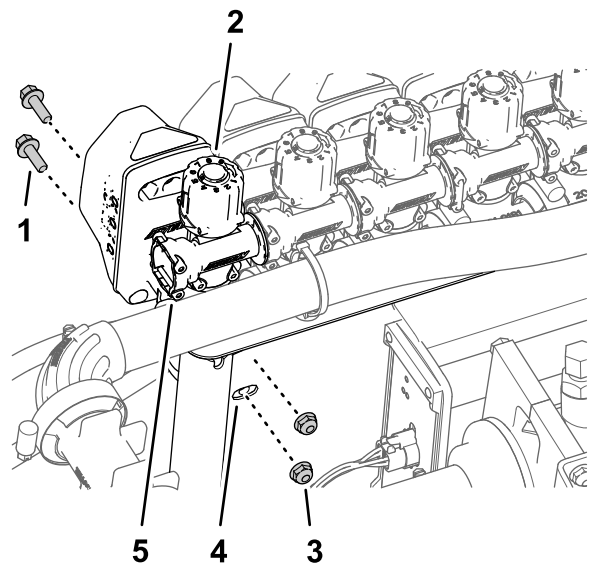

**Figure 105**
3. Montez la vanne de buse 10 sur le support de vanne (Figure 105 ou Figure 106) à l'aide des 2 boulons à embase (1/4 x 3/4") et des 2 contre-écrous à embase (1/4") que vous avez